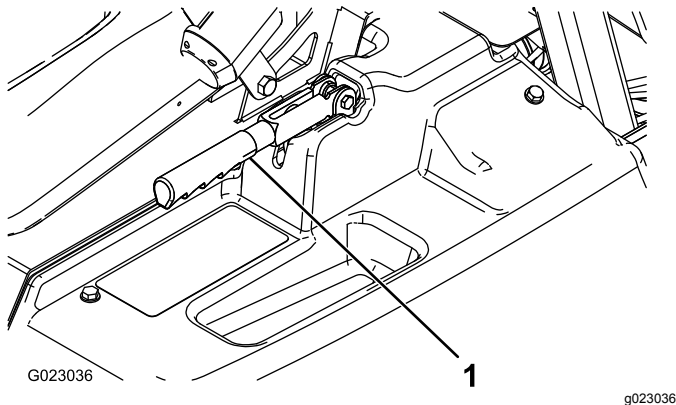

Bild 51
2. Lösen Sie die Stellschraube, mit der das Handrad am Feststellbremshebel befestigt ist (Bild 51).